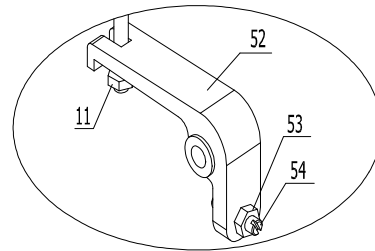

Abbildung 6 Montage der Deichsel 4
- Haken Sie nun die Kette 10 mit der Schraube und der Mutter 11 in den Ablasswinkel 52 ein (siehe Abbildung 6 Montage der Deichsel 4)
| Abbildung 6 Montage der Deichsel 4..... | 12 |